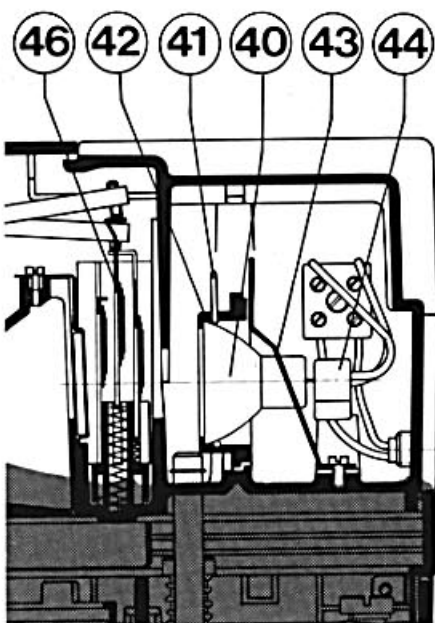

Bild 15
- Halogenkaltlichtspiegellampe 12 V / 100 W (40)
- Lampenfassung (44)
- Andruckfeder (43)
- Lampenhalterung (41)
- Lampenhalterfeder (42)
den eigentlichen Farbmischteil mit den Einstellrädern (45) für die drei Filterfarben, Steuerkurven, Schwenkbügeln und den dichroitischen Interferenzfiltern (46) und den Mischschacht mit Streuscheibe und UV-Filter (Bild 15).